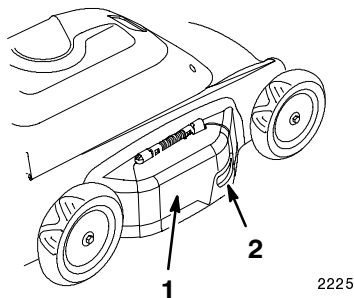

Figure 7
1. Ouvrir la porte de paillage en la soulevant par la poignée (Fig. 7).